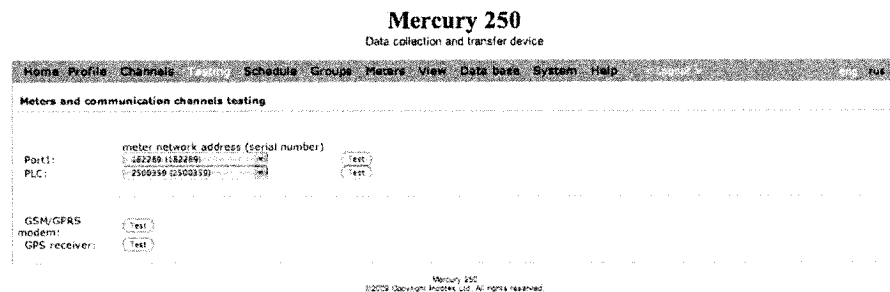

Рисунок 3.
6.4.5 На странице “Testing”, в соответствии с рис. 3, имеется возможность произвести тестирование каналов передачи данных до приборов учета, а также проверить связь с установленными в УСПД модемами GSM и GPS.